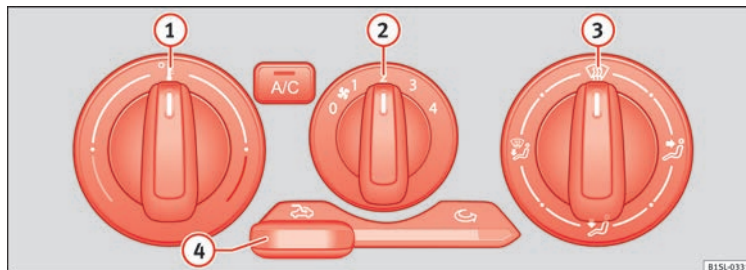

Fig. 38 Nella parte superiore della console centrale: comandi del climatizzatore manuale e dell'impianto di riscaldamento e di ventilazione.
Spegnimento	Si disattiva girando la manopola di regolazione centrale ② verso la posizione  » fig. 38.
Temperatura	La temperatura si regola mediante la manopola di regolazione sinistra ① » fig. 38.
Ventola La velocità della ventola si regola mediante la manopola di regolazione centrale ② » fig. 38.
Ripartizione aria	La ripartizione dell'aria si regola mediante la manopola di regolazione destra ③ » fig. 38.
Eliminazione del ghiaccio dal parabrezza La manopola di regolazione destra  » fig. 38 consente di eliminare il più rapidamente possibile il ghiaccio dal parabrezza e di disappannarlo (funzione di sbrinamento-disappannamento).
Ricircolo dell'aria Il ricircolo dell'aria si attiva e si disattiva mediante la leva scorrevole ④ » fig. 38 » pag. 138.